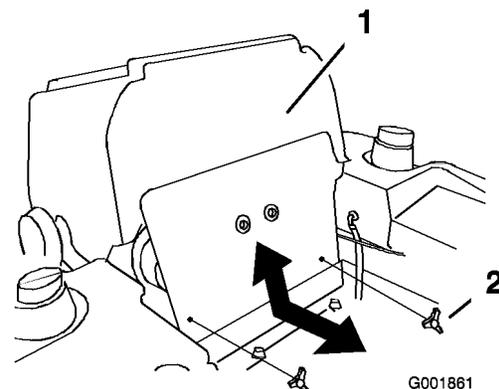

Figure 43
1. Basculez le siège en avant et déposez le panneau avant du moteur (Figure 43).